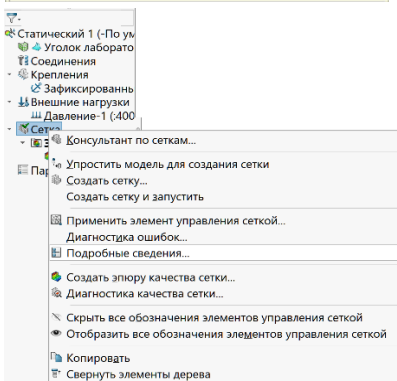

Рис. 1.19. Параметры сетки
– в разделе «Параметры сетки», выбрав «Стандартная сетка» (рис. 1.19). Глобальный размер и Допуск будут вычислены программой;